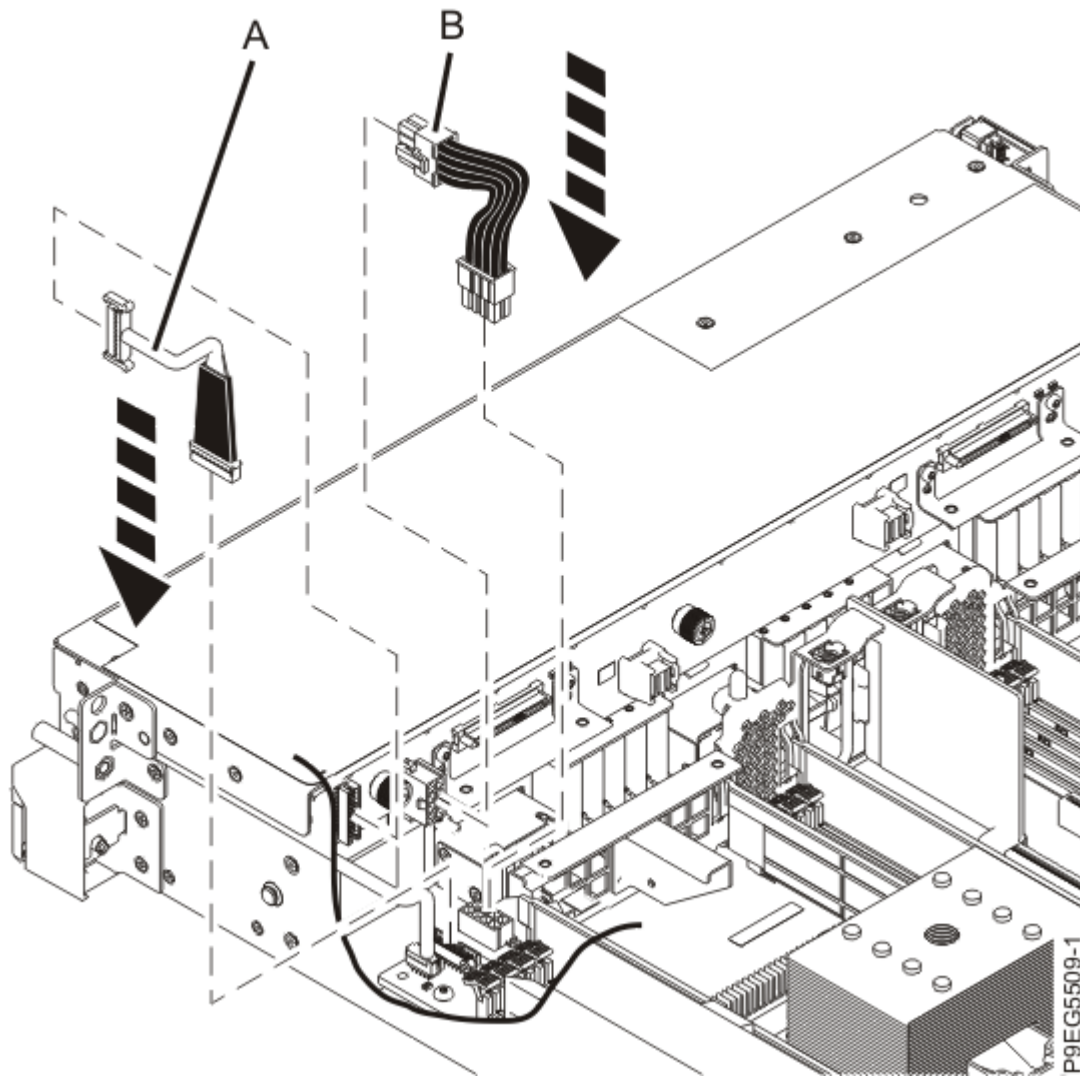

Abbildung 42. Signalkabel und Netzkabel wieder anschließen
2. Schließen Sie das Signalkabel (**A**) mithilfe Ihrer Beschriftungen an die Plattenlaufwerksrückwandplatine an (siehe Abbildung 42 auf Seite 48).